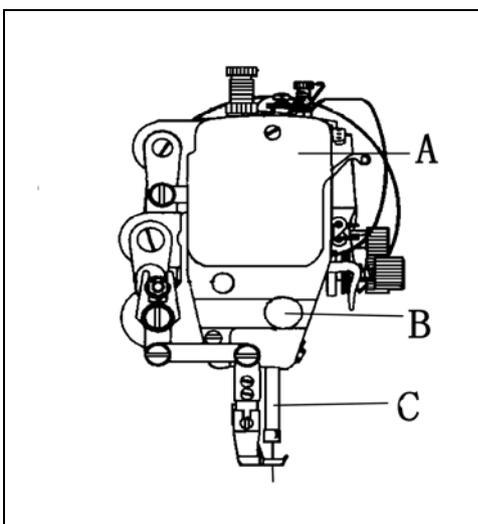
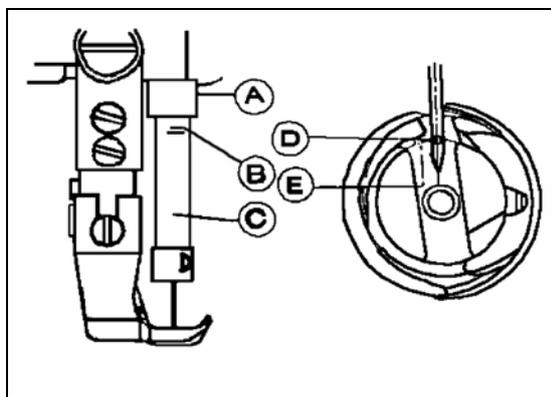

图 17
图 18
15. 机针与旋梭同步调节(图 17, 18, 19, 20)
用手转动主动轮，如图 17 所示，使针杆 C 下降至最低位置，卸下面板 A 上的橡皮塞，旋松针杆 C 上的针杆接头螺钉 B，上下移动针杆 C，定出同步位置(针杆的同步位置：针杆下降至最低位置时，针杆上的同步标记 B 与套筒 A 下端面成一位置，这时机针线孔的中心 D 与旋梭内面 E 也成一位置如图 18 所示的位置)。旋紧针杆接头螺钉 B，塞上橡皮塞即成。